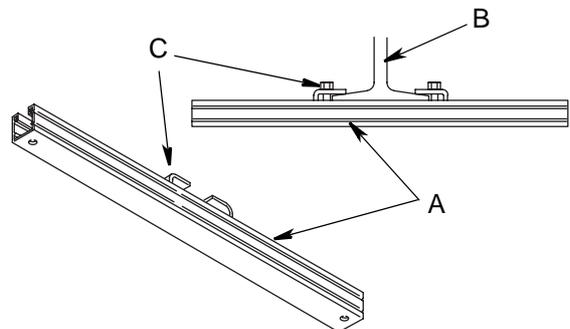

FIG. 26
Pour les étapes suivantes, consulter la FIG. 26.
7. Aligner les 4 trous sur l'embase de montage de l'enrouleur de tuyau sur les trous à chaque extrémité des supports de montage (A) (FIG. 26) et bien boulonner l'enrouleur de tuyau sur les supports de montage.
9. Positionner les colliers réglables (C) des supports de montage sur les brides de la poutrelle en I (B) (FIG. 26). Bien serrer les colliers à un couple de 13,5 N.m (10 pi. lb).